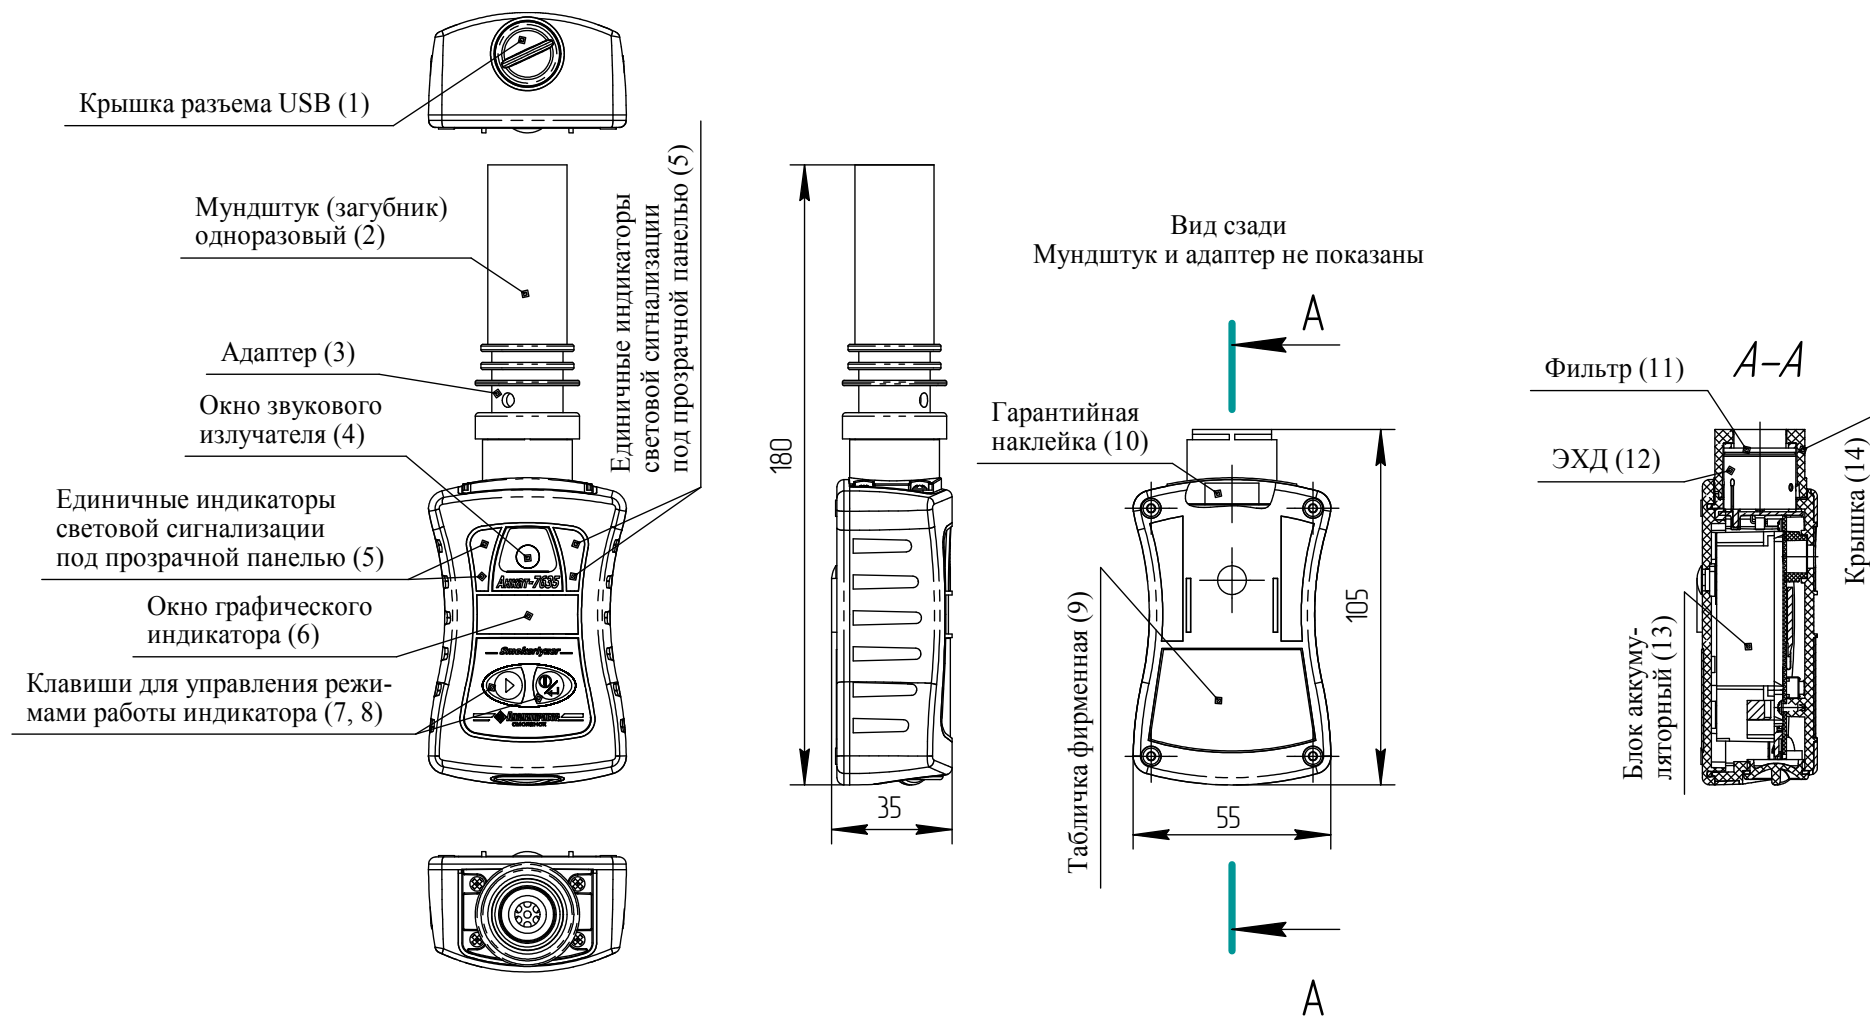

Рисунок 1.1 – Прибор для определения оксида углерода в выдыхаемом воздухе АНКAT-7635SMOKERLYZER.
1.4.1.3 На передней панели прибора расположены (см. рисунок 1.1):
- табло (графический индикатор) (6);
- единичные индикаторы световой сигнализации (5);
- пленочная клавиатура с двумя клавишами для управления режимами работы прибора «» (7) и «» (8);
- окно звукового излучателя (4).